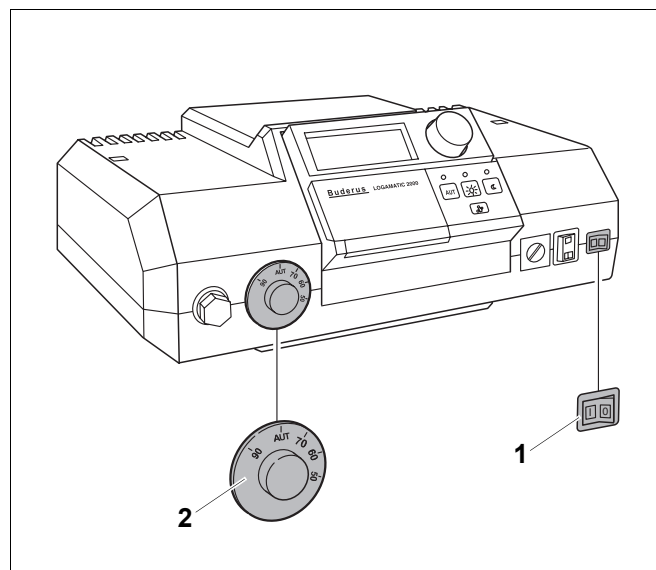
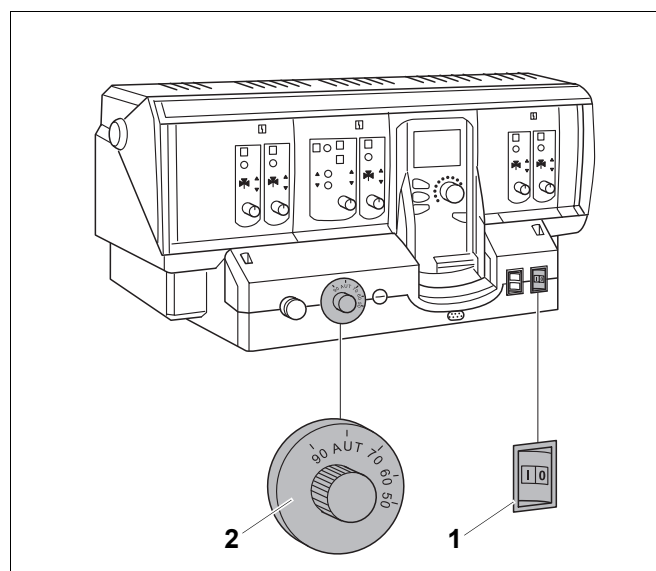

Рис. 24 Система управления Logamatic 2000
Рис. 25 Система управления Logamatic 4000
- Установить пусковой выключатель (рис. 24, **поз. 1** или рис. 25, **поз. 1**) в положение "I" (ВКЛ).
- Регулятор температуры котловой воды (рис. 24, **поз. 2** или рис. 25, **поз. 2**) установить на "AUT". При регулировании с поддержанием постоянной температуры установить нужное значение (минимум 65 °C).